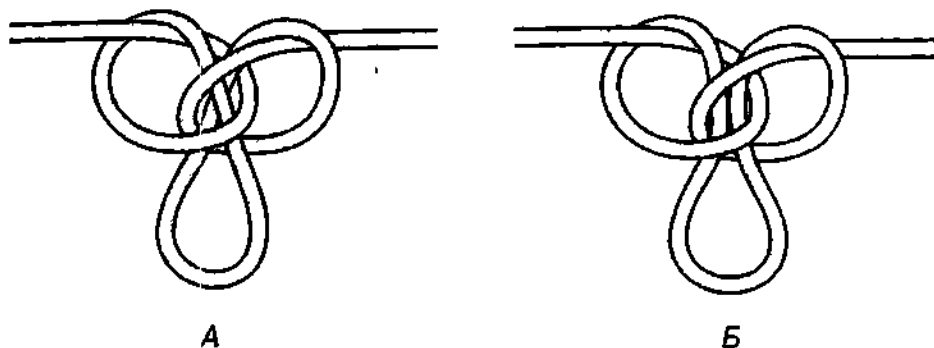

Рис. 238. *Симметричная петля* с перекрещенными (А) и параллельными (Б) плечами.
**Симметричная петля** имеет две формы, у которых различные свойства (рис. 238 А, Б). Если нагрузка приложена к обоим концам в противоположном направлении, то узел не затягивается и после любой нагрузки без труда раз-